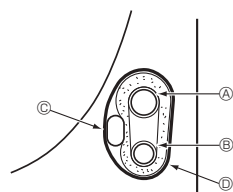

Fig. 4-5
4.4.1. Guardar no espaço da tubagem da unidade (Fig. 4-5)